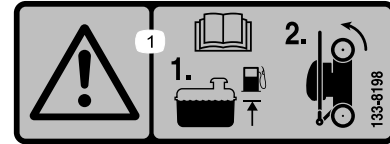

Figura 21
1. Certifique-se de que o nível de combustível no depósito de combustível não é superior ao recomendado pelo fabricante do motor; consulte o autocolante do fabricante do motor colocado no motor (Figura 21).